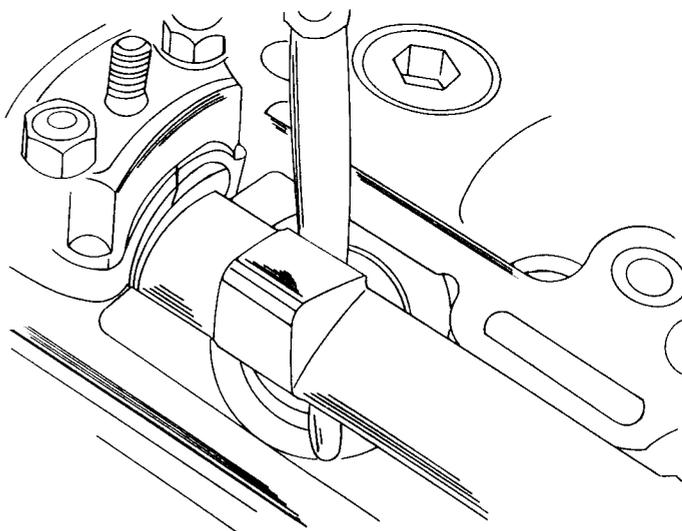

Bild 27
- Nockenwellen so montieren, dass die Kennzeichnungen an der Oberseite und die Zündmarke an der Riemenscheibe und am Steuerdeckel in einer Linie liegen. Bild 27 zeigt, wie die Ausfluchtung am Nockenwellenlagerzapfen ausgerichtet sein muss. In Kapitel 6.2 wird über die Ausfluchtung der Riemenscheibe geschrieben.
- Kontrollieren, dass die Nockenwellen noch ausgefluchtet sind (Bild 27) und dass auch die Flucht an der Riemenscheibe stimmt.
- Mit einer Fühlerlehre, wie in Bild 27 gezeigt, das Spiel «G» ausmessen, welches bei den Einlassventilen 0,475 bis 0,50 mm und bei den Auslassventilen 0,525 bis 0,550 mm betragen sollte.
- Kontrollieren, dass die Nockenwelle ausgefluchtet ist, wie es Bild 27 zeigt.